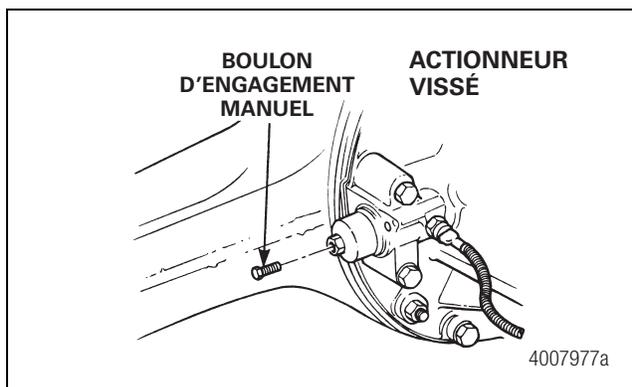

Figure 11.2
- C. Installer le boulon d'engagement manuel dans le trou taraudé situé au centre du cylindre. Figure 11.2.